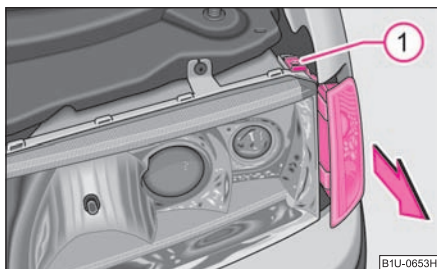

Fig. 178 Demontarea becului cu incandescentă al luminii de semnalizare din față
- Scoateți șurubul ①.
- Împingeți becul în sensul indicat de săgeată ⇒ fig. 178.
- Înșurubați șurubul ①. ■